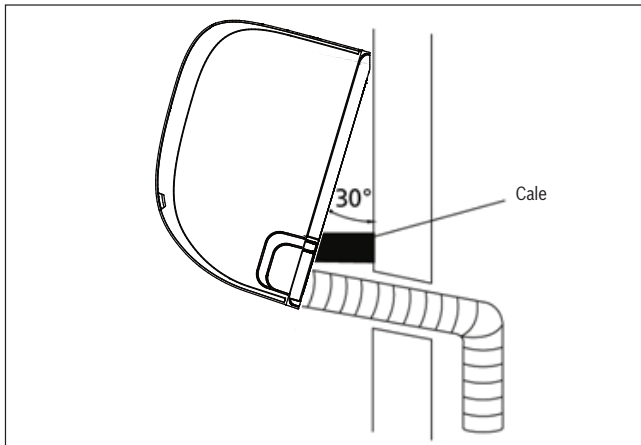

Fig. 17.
2. Utiliser une console ou une cale pour relever l'unité, créant ainsi un espace suffisant pour procéder au branchement des tuyaux de liquide de refroidissement, du câble de communication et du tuyau d'évacuation. Se référer à la **fig. 17** à titre d'exemple.